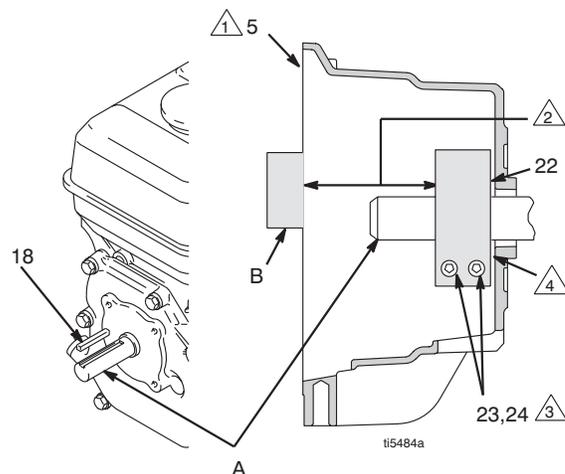

图 10
4. 图 10. 松开夹子 (22) 上的两个螺钉 (24)。
5. 将螺丝刀插入夹子 (22) 的槽道内, 卸下夹子。
1. 图 10. 插上发动机轴钥匙 (18)。
2. 将夹子 (22) 敲到发动机轴 (A) 上。按照注释 2 留出尺寸, 斜面必须朝向发动机。
3. 检查尺寸: 将一直的钢棒 (B) 跨在离合器外罩 (19) 的正面。用精确的测量装置测量钢棒与夹子正面之间的距离。若有必要, 调整夹子。用 125 ± 10 磅英寸 (14 ± 1.1 Nm) 的扭力拧紧两个螺钉 (24)。
4. 把电枢 (25) 装到发动机的驱动轴上。
5. 装上四个螺钉 (23) 和防松垫圈 (24), 用 125 磅英寸的扭力拧紧。